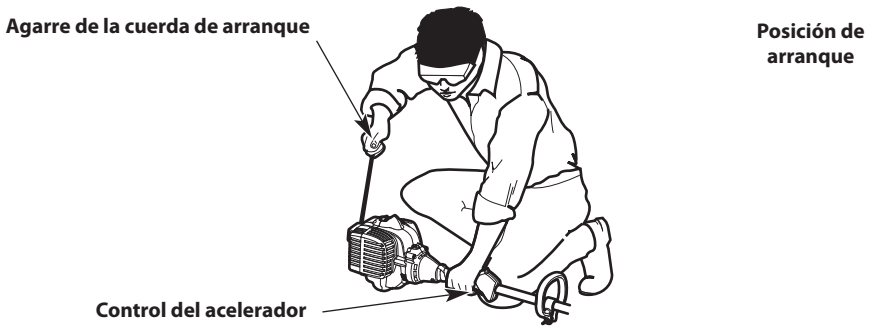

Fig. 16
**ADVERTENCIA:** Se debe evitar arrancar accidentalmente la unidad. A fin de evitar que se produzcan lesiones graves, el operador y la unidad deben estar en una posición estable cuando se jala la cuerda de arranque (Fig. 16).
3. Agacharse en la posición de arranque (Fig. 16).
5. Tire de la cuerda de arranque con un movimiento firme y controlado **5 veces** (Fig. 16).
7. Tire de la cuerda de arranque **5 veces** con movimiento regulado y firme para arrancar el motor (Fig. 16).